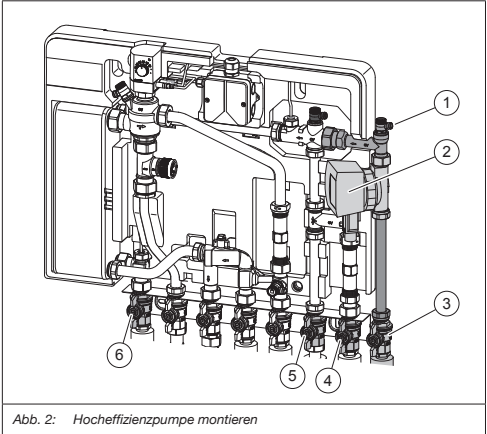

Abb. 2: Hocheffizienzpumpe montieren
Schließen Sie die Kugelhähne (3), (4), (5) und (6) (siehe Abb. 2).
zu machen (siehe Abb. 2 (1)).
i	Der Pfeil auf dem Gehäuse zeigt Ihnen die Durchflussrich- tung an. Bauen Sie die Pumpe so ein, dass der Pfeil in Richtung Entlüftungsventil (siehe Abb. 2 (1)) zeigt.